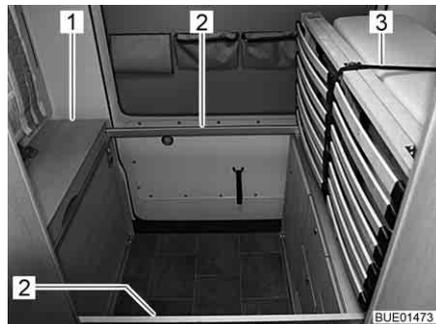
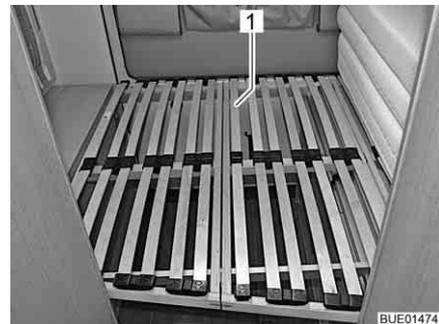

Fig. 71 Soportes para la cama plegable
Fig. 72 Somier
- ▷ Cuando la tapa (Fig. 71,1) está cerrada, un cierre magnético la mantiene cerrada. Por ello, al abrirla se nota una resistencia.
- Girar la tapa (Fig. 71,1) hacia arriba y mantenerla abierta.
- Girar hacia fuera los dos soportes (Fig. 71,2) y apoyarlos en el lado opuesto sobre el armario inferior.
- Cerrar la tapa (Fig. 71,1).
- Abrir el cierre de la correa (Fig. 71,3); sujetar el somier al hacerlo.
- Desplegar el somier (Fig. 72,1) y colocarlo lentamente sobre los soportes.
- Plegar el somier (Fig. 72,1), presionarlo contra el colchón y asegurarlo con la correa (Fig. 71,3).
- Girar los dos soportes (Fig. 71,2) hacia debajo de la tapa.